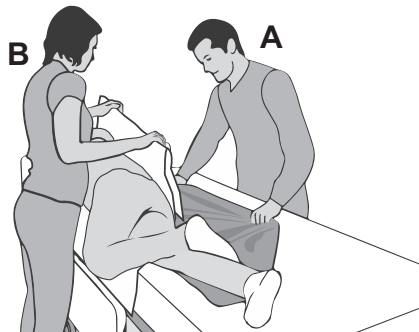

Figure 8
10. (Soignant A) Dépliez le drap de transfert sous le patient pour vous assurer qu'il est placé sous la totalité du corps du patient et redressez-le. **(Voir Figure 8)**